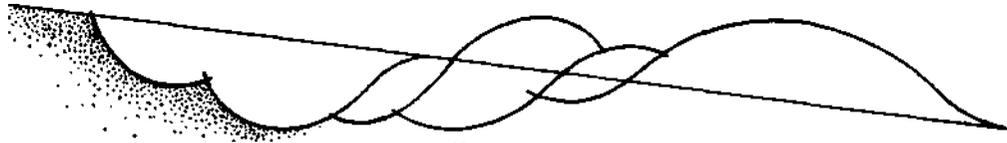

fig. 3 »
- c) Passe novamente o arado no canal, procurando jogar terra em cima daquela puxada com a enxada (fig. 3).